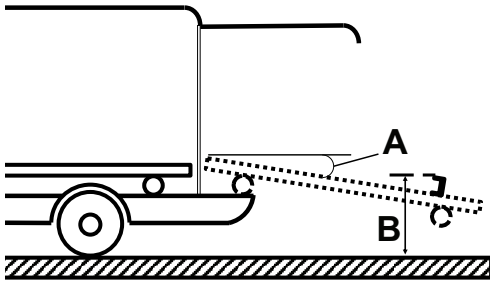

Figura 9 – Especificaciones de la placa de enganche y la bandeja de carga
- El ángulo (A) de la bandeja de carga no supera los 16° (Figura 9)
- La altura (B) desde la parte superior de la placa de enganche hasta el suelo es de entre 28,0 in (71,1 cm) y 29,4 in (74,7 cm) (Figura 9)